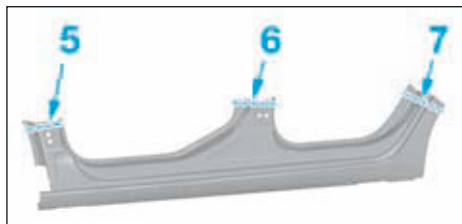

FIG.112
- découper la pièce neuve en (5), (6) et (7) (Fig.112),